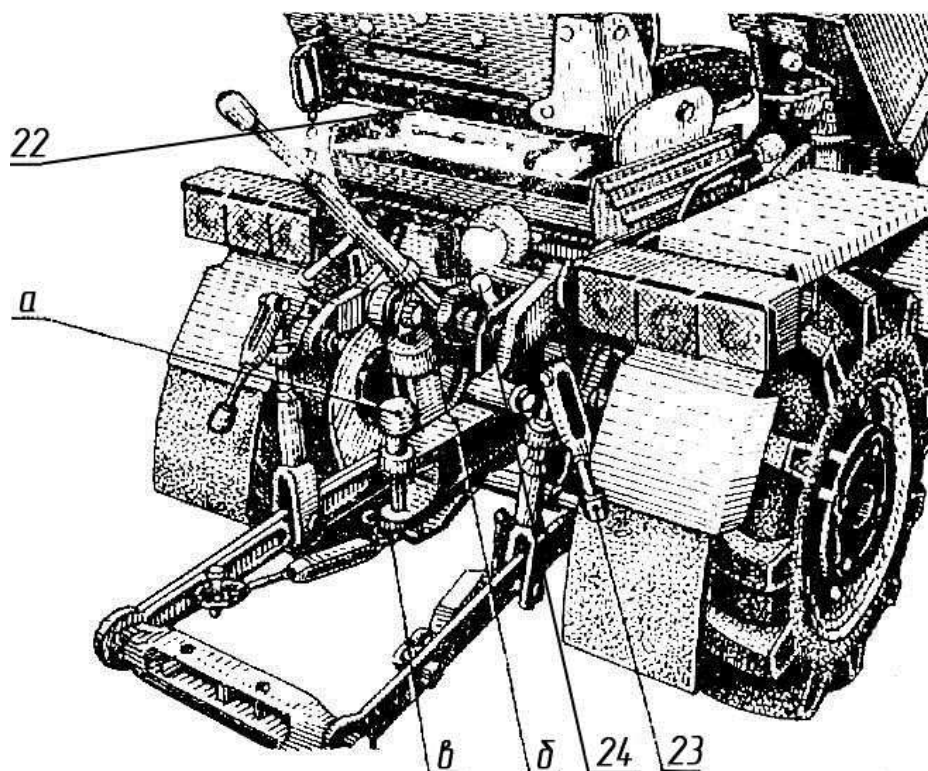

Рисунок 5 – Вид мини-трактора сзади
- 22 – фиксатор механизма наклона спинки сиденья (рисунок 5);
23 – рукоятка регулировки длины раскоса навески (рисунок 5);
24 – рукоятка фиксации устройства навесного в транспортном положении (рисунок 5).
Соединение мини-трактора с прицепом производится с помощью тягово-сцепного устройства комбинированного типа, которое крепится тремя болтами к корпусу ВОМ. При этом прицепы автомобильного типа крепятся за сферическое окончание пальца "а" (рисунок 5), а прицепы, имеющие отверстия на дышле, соединяются с вилкой "б" и фиксируются пальцем "а". Палец "а" стопорится от выпадения шплинтом "в".